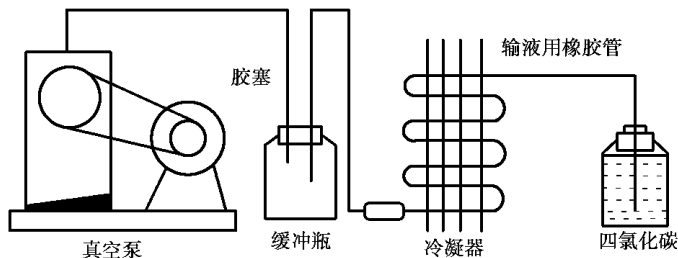

图 4.6 清洗管道装置示意图
②清洗制冷系统。出现脏堵故障,说明制冷系统中杂质的含量已远远超过了对系统静度的要求,因此在排除毛细管脏物后,应对系统管路进行全面地清洗。可将制冷系统分为两部分,冷凝器为一部分;毛细管、蒸发器和低压回气管为另一部分。用四氯化碳、三氯乙烯或氯乙烯等清洗(事先应了解这些化学溶剂性能和安全事项)。图4.6所示为清洗管道装置。清洗干净后,将这两部分分别放入电热干燥箱内烘干。内藏式冷凝器或蒸发器可采用电热吹风等加热并辅以抽真空进行烘干。烘干后将蒸发器和冷凝器安装好后待焊。